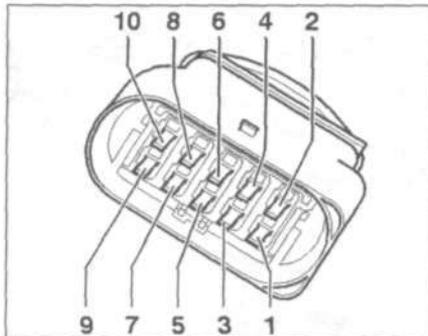
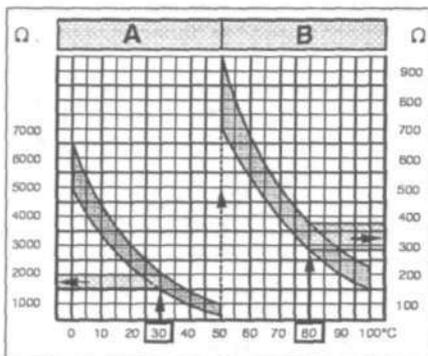

Рис. 7.56. Измерьте сопротивление между контактами 4 и 7.
Рис. 7.57. Диаграмма для определения сопротивления датчика температуры входящего воздуха в зависимости от температуры.
- измерьте сопротивление между контактами 4 и 7 (рис. 7.56). Заданное значение показано на рис. 7.57. Площадь А показывает сопротивление в температурном диапазоне 0-50 °C, площадь В – сопротивление в температурном диапазоне 50-100 °C. Например, температура 30 °C соответствует сопротивлению 1500-2000 Ом; температура 80 °C соответствует сопротивлению 275-375 Ом.